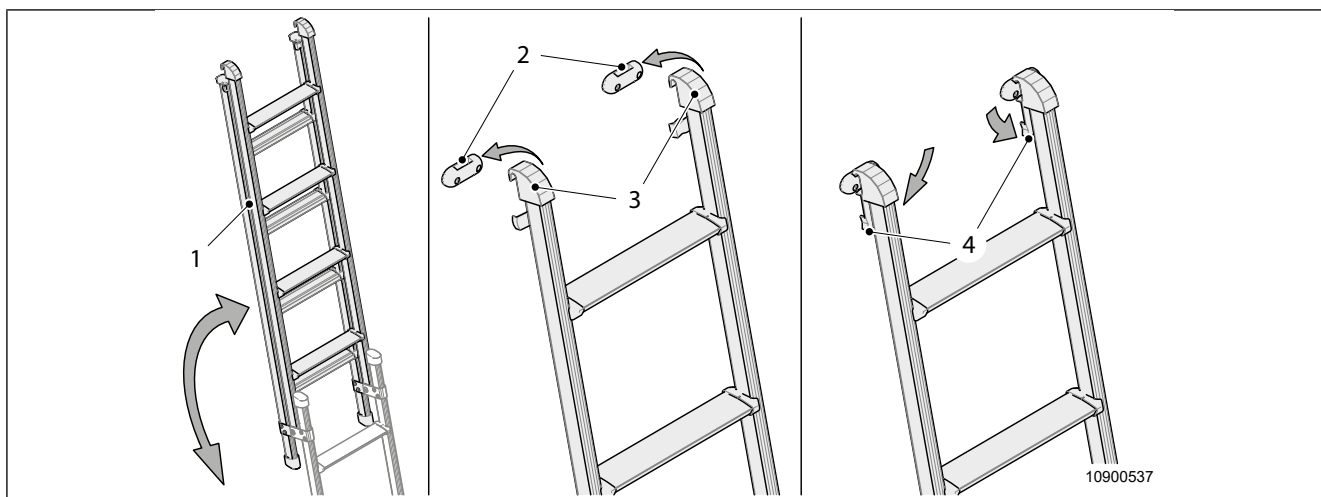

Fig. 36 Enganchar la escalera
1. Desplegar la escalera (Fig. 36, pos. 1) completamente.
2. Enganchar la escalera en el alojamiento para escalera (Fig. 36, pos. 2 y 3) en el marco del techo y cerrar los dispositivos de bloqueo (Fig. 36, pos. 4).